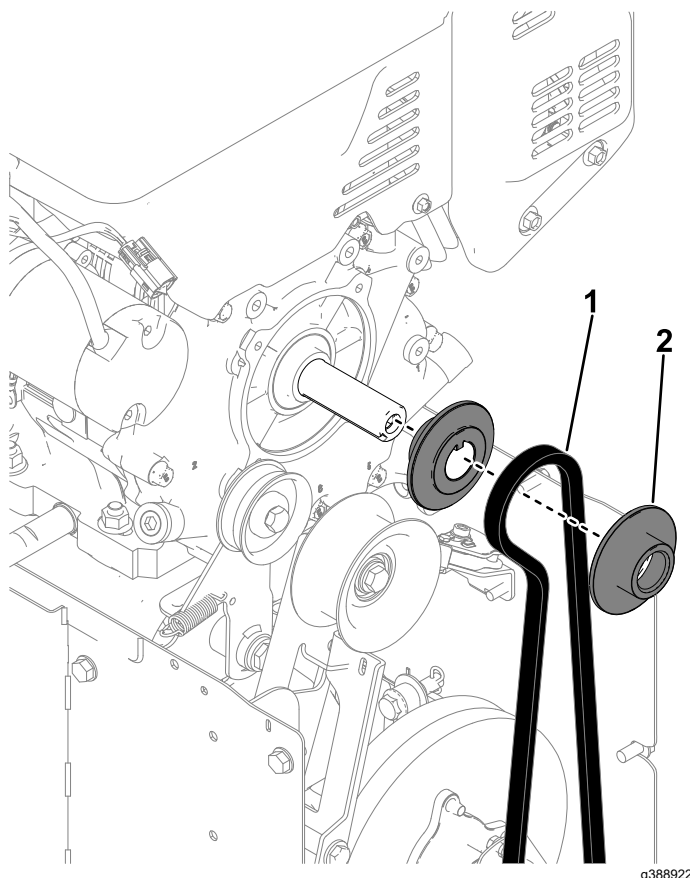

Figura 8
3. Remova as duas polias de tração e a correia de tração da cambota (Figura 8).